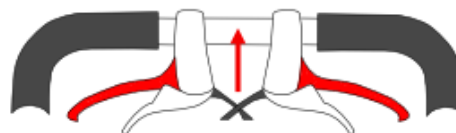

Fig. 2
- Tryck på de nedre bromshandtagen för att låsa upp (fig. 2).